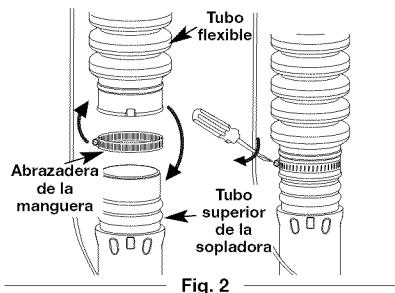

Fig. 2
- Coloque una abrazadera de manguera sobre el otro extremo del tubo flexible (Fig. 2).
- Deslice el extremo de la manguera con la abrazadera en ella sobre el extremo superior del tubo superior del soplador y apriete el tornillo en la abrazadera de manguera (Fig. 2).